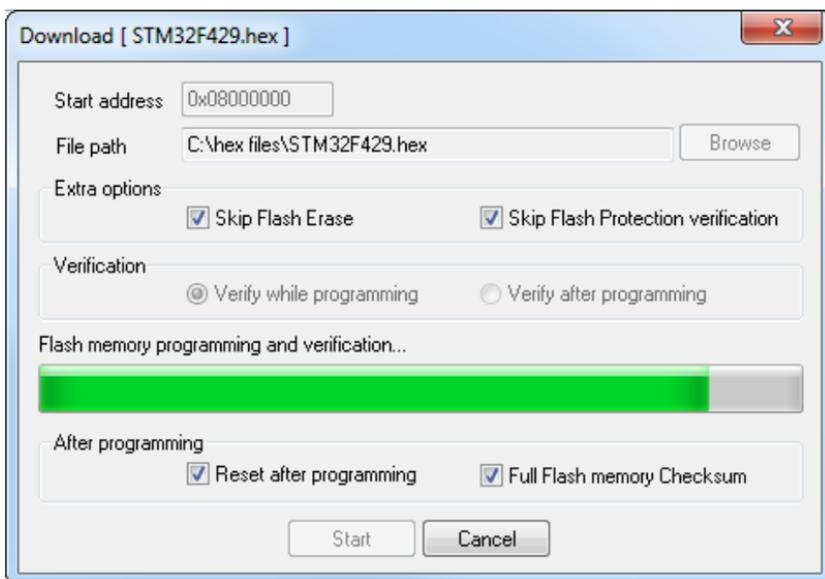

Рис. 4.4 – Окно программирования устройства
4. Указать адрес, с которого нужно начать программирование (рисунок 4.4, это может быть флеш-память или адрес ОЗУ) и нажать кнопку **Start** для программирования.
Необходимо отметить, что в окне программирования (рисунок 4.4) доступны следующие опции: